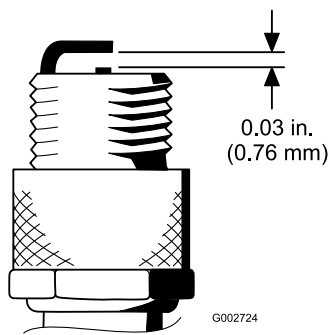

Рисунок 27
4. Установите между центральным и боковым электродами зазор 0,76 мм; см. **Рисунок 27**. Установите свечу зажигания с отрегулированным зазором и уплотнительную прокладку, затяните свечу с моментом 23 Н·м. Если динамометрический ключ не используется, надежно затяните свечу.